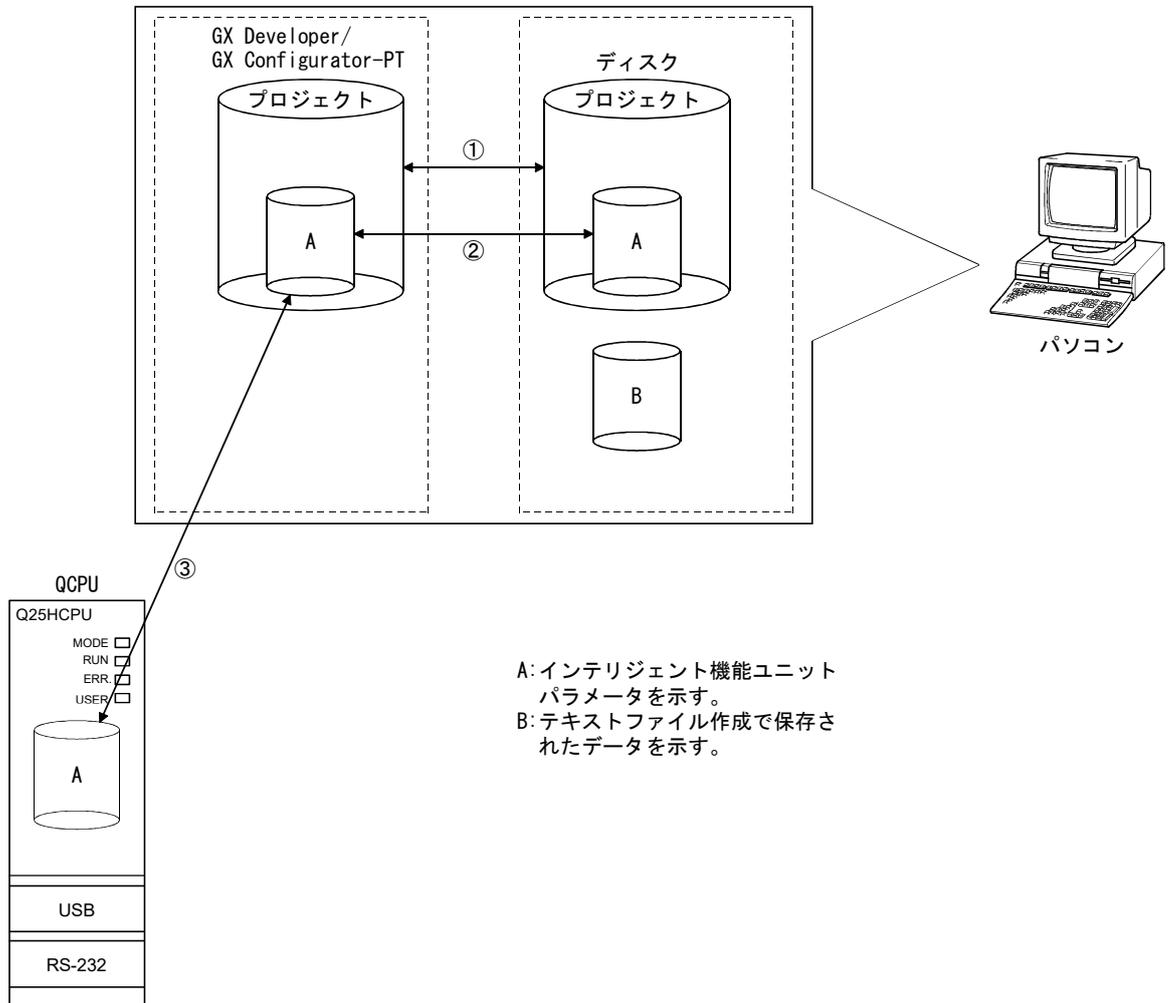

図6.1 ユーティリティパッケージで作成されるデータの関連図
ユーティリティパッケージで作成する下記のデータ/ファイルは、GX Developerの操作でも扱います。それぞれのデータ/ファイルをどの操作で扱うかを図6.1に示します。
(b) 図6.1に示す①～③は次の操作で行います。
- ① GX Developerから操作します。